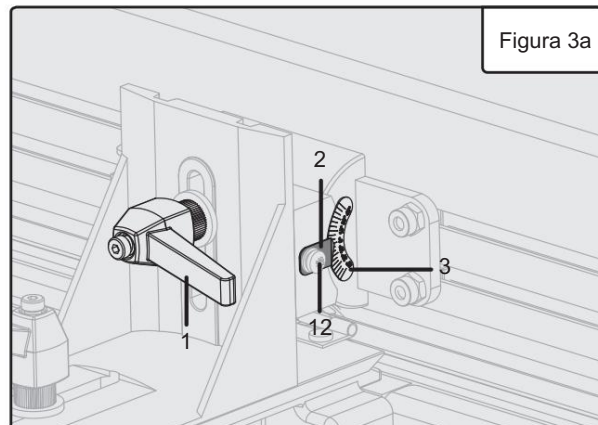

Figura 3a
1. Afloje la manija de bloqueo del bisel de la guía (Fig. 3a - 1) y ajuste el puntero de la escala de ángulo (Fig. 3a - 2) a 0° en la escala de ángulo. (Figura 3a-3).